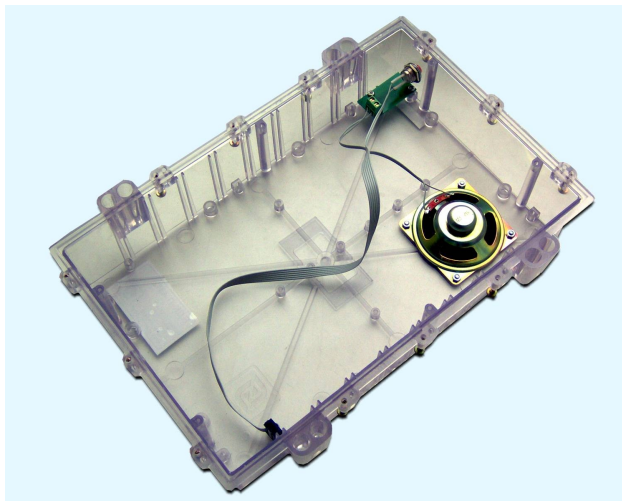

Рисунок 13 - Крышка блока БДК-4М2
7) Подключить к разъему ХР5 КСН шлейф переговорного устройства, расположенного на крышке корпуса блока (рисунок 13).